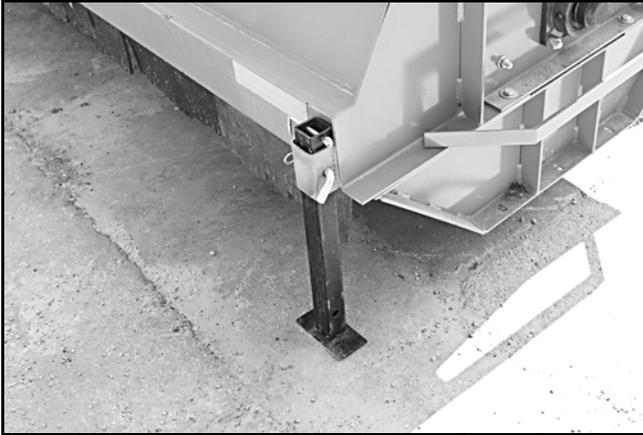

Figura 10. Suporte de estacionamento
2. Solte os suportes da estrutura dianteira. Eleve e fixe em sua posição superior. Consulte Figura 10.